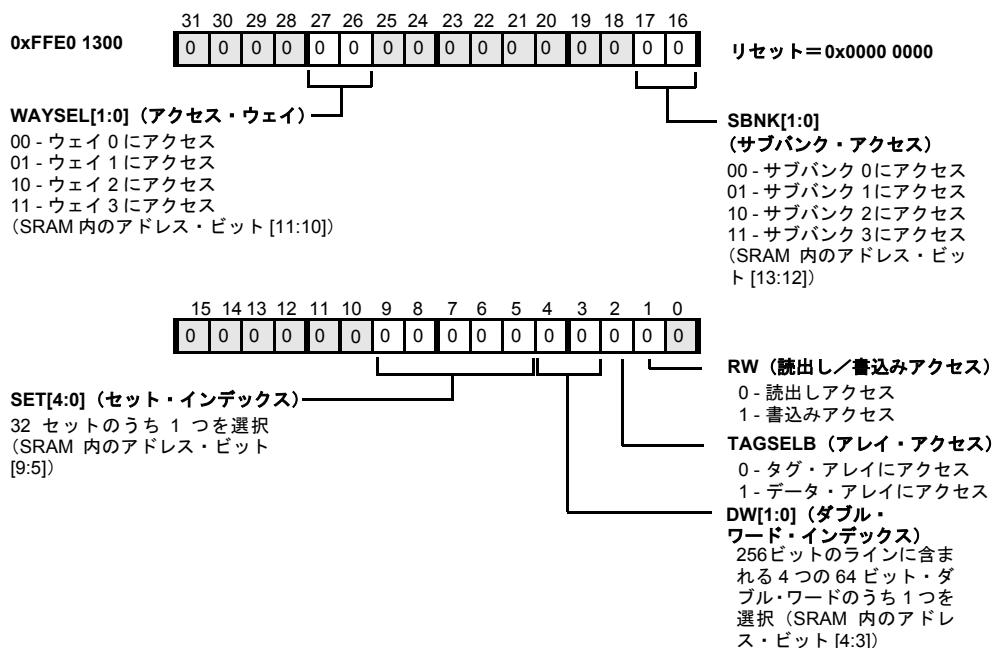

図 6-9. 命令テスト・コマンド・レジスタ
命令テスト・コマンド・レジスタ (`ITEST_COMMAND`) を使用すると、L1 キャッシュのデータ・レイやタグ・レイがアクセスされ、データは命令テスト・データ・レジスタ (`ITEST_DATA[1:0]`) を通じて転送されます。`ITEST_DATAx` レジスタには、アクセスによって書き込む 64 ビット・データ、またはアクセス中に読み出された 64 ビット・データが含まれています。下位 32 ビットは `ITEST_DATA[0]` レジスタに格納され、上位 32 ビットは `ITEST_DATA[1]` レジスタに格納されます。タグ・レイがアクセスされるときには `ITEST_DATA[0]` が使用されます。`ITEST` レジスタについては、6-25 ページの図6-9 から説明が始まります。
- 6-25ページの図6-9「命令テスト・コマンド・レジスタ」